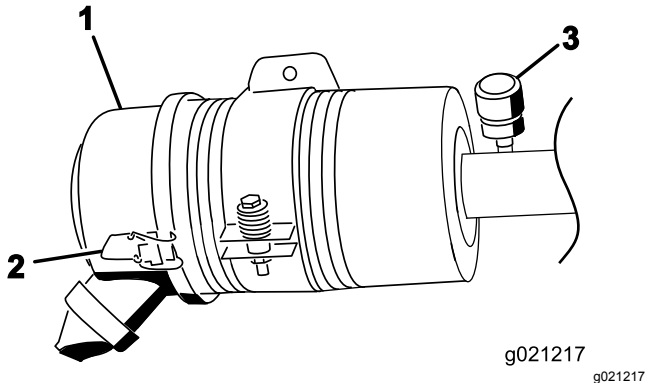

Bild 70
Warten Sie den Luftfilter nur, wenn dies von der Kundendienstanzeige angegeben wird (Bild 70). Das frühzeitige Auswechseln des Luftfilters erhöht nur die Gefahr, dass Schmutz in den Motor gelangt, wenn Sie den Filter entfernen.
1. Lösen Sie die Riegel, mit denen die Abdeckung des Luftfilters am Luftfiltergehäuse befestigt ist (Bild 70).